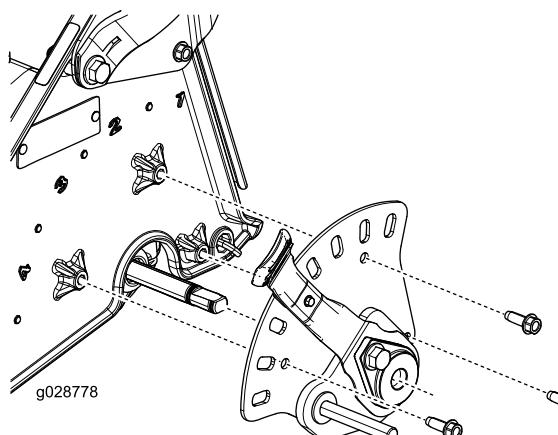

Figura 6
- Instale el conjunto de altura de corte en la máquina con los 3 pernos (1/4 x 3/4 pulgada) como se muestra en Figura 6.